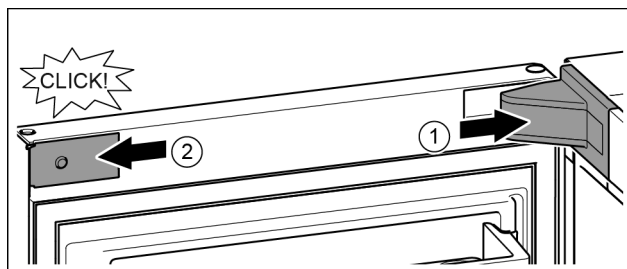

Fig. 24
- ▶ Așezați capacul suportului de lagăr și fixați în poziție, după caz, despărțiți cu precauție prin apăsare. *Fig. 24 (1)*
- ▶ Aplicați și fixați în poziție masca. *Fig. 24 (2)*